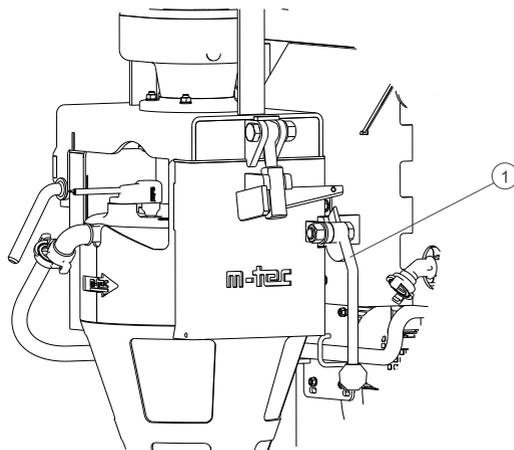

Рисунок13: Блокировка смесительной трубы насоса
- Ослабить фиксацию трубы мешалки (Рис. 13, 1) и навести поворотом смесительную трубу насоса